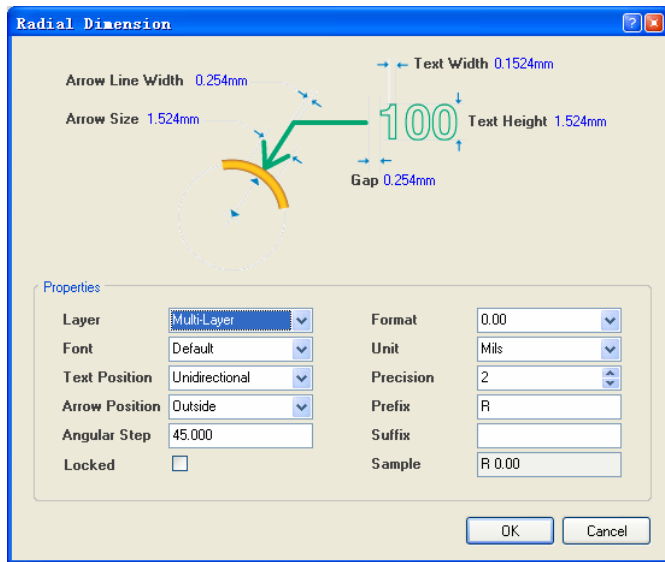

图 7.65 “Radial Dimension”对话框
- (1) 单击“Utilities”工具栏中的尺寸工具按钮, 在弹出的工具栏中选择半径尺寸工具按钮, 或者在主菜单中选择“Place”->“Dimension”->“Radial”命令。
- (2) 单击“Tab”键, 打开如图 7.65 所示的“Radial Dimension”对话框。
如图 7.65 所示的“Radial Dimension”对话框用于设置半径标注的属性, 其中的选项功能与“Linear Dimension”对话框中的对应选项功能相同, 可参考对“Linear Dimension”对话框中选项的描述。